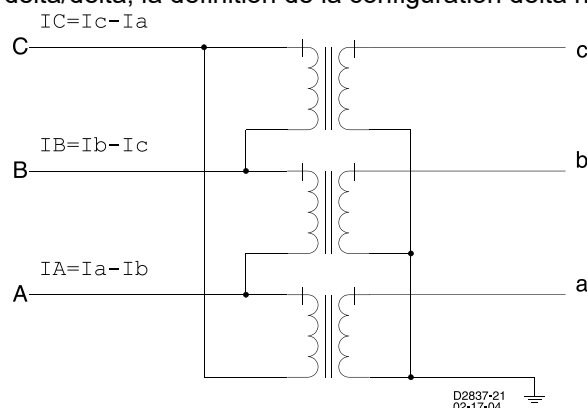
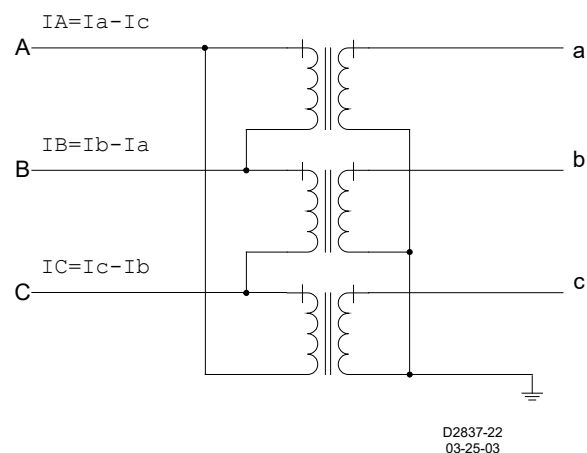

Figure 59-4. Delta DAB
Figure 59-5. Delta DAC
Lorsque la zone de protection inclut un transformateur, il peut être nécessaire de fournir une compensation homopolaire et d'angle de phase aux courants utilisés par l'élément Protection différentielle de courant de phase (87). Reportez-vous à la Figure 59-4 et à la Figure 59-5. Pour chaque circuit d'entrée, un paramètre permet de saisir les connexions de transformateur associées à l'entrée concernée.
Bobinages de transformateur delta. La connexion de transformateur d'un circuit d'entrée de TC qui est connecté à un bobinage delta doit être classée sous l'une des deux connexions delta : delta IA-IB (DAB) ou delta IA-IC (DAC). Une configuration delta est définie par les courants qui circulent dans les phases primaires connectées au delta. Les connexions de phase à bobinage en Y sont utilisées comme point de référence, car le courant qui circule dans le bobinage en Y est le même que le courant dans les phases primaires côté Y. La Figure 59-4 illustre un exemple de transformateur avec une connexion DAB. La Figure 59-5 illustre le même transformateur avec les phases reconnectées pour assurer une connexion DAC. S'il n'y a aucun bobinage en Y à utiliser comme référence, comme dans le cas d'un transformateur delta/delta, la définition de la configuration delta n'est pas importante.